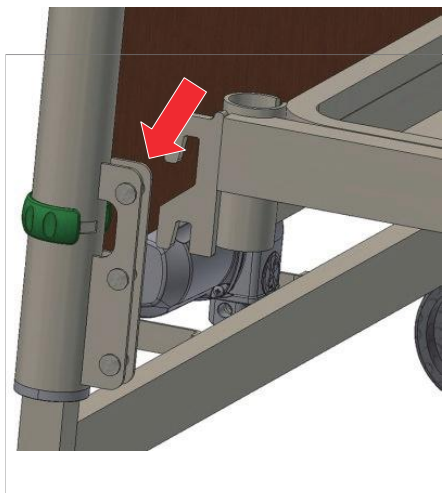

Figure 3: Fixation de la section de pied à l'extrémité du lit
8. Soulevez la partie repose-pieds sur l'extrémité du lit (figure 3) et fixez-la dans le support, en s'assurant que l'extrémité du lit est entièrement clipsée en place.